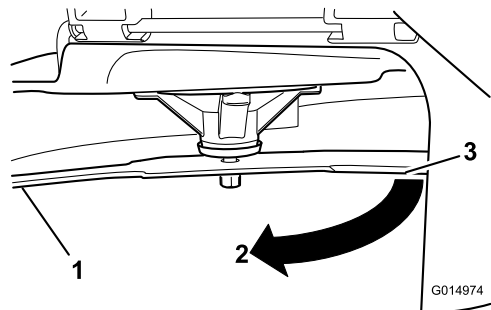

**Figura 66**
2. Usando luvas almofadadas ou outra proteção adequada para as mãos, rode lentamente lâmina para uma posição que lhe permita uma medição da distância entre a extremidade de corte e a superfície nivelada onde a máquina está (Figura 66).